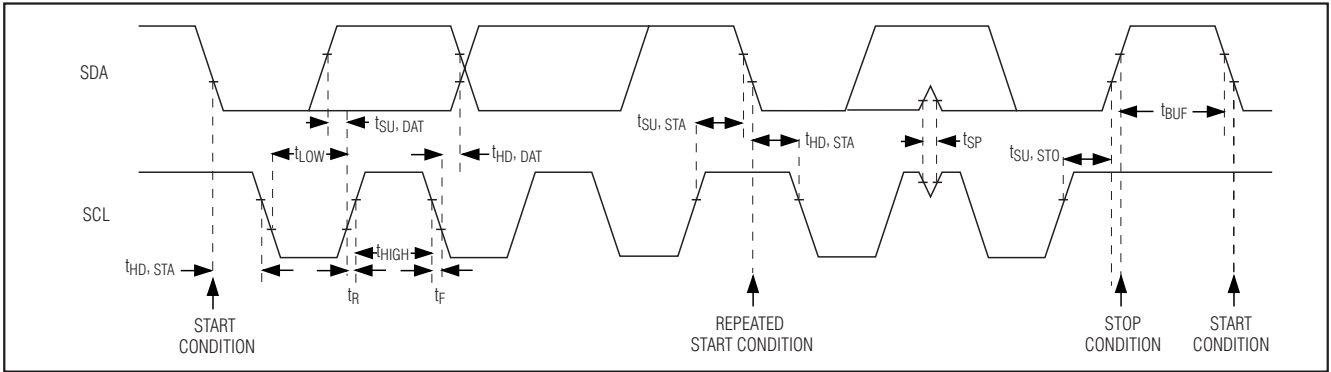

图10. I²C串行接口时序图
MAX9526采用I²C/SMBus™兼容的2线串行接口，包括一条串行数据线(SDA)和一条串行时钟线(SCL)。SDA和SCL的时钟速率高达400kHz，方便了MAX9526和主机之间的通信。图10所示为2线接口的时序图。主机在总线上产生SCL并启动数据传输。主机发送相应的从地址、寄存器地址，然后发送数据字，向MAX9526写入数据。每次传输由START (S)或REPEATED START (Sr)条件和STOP (P)条件构成帧。发送至MAX9526的每个字长为8位，随后是应答时钟脉冲。主机从MAX9526读取数据时，发送相应的从地址，随后为9个SCL脉冲。MAX9526通过SDA发送数据，与主机产生的SCL脉冲同步。主机在收到每个字节的数据后对其进行应答。每次读操作由START或REPEATED START条件、非应答和STOP条件构成帧。SDA既是输入又是开漏输出，SDA需要一个上拉电阻，通常大于500 Ω 。SCL仅作为输入。如果总线上有多个主机，或单主机具有开漏SCL输出，SCL则需要连接上拉电阻，通常大于500 Ω 。SDA和SCL线上的串联电阻可选。串联电阻用于保护MAX9526的数字输入免受总线高压毛刺的影响，并最大程度地降低总线信号的串扰和下冲。